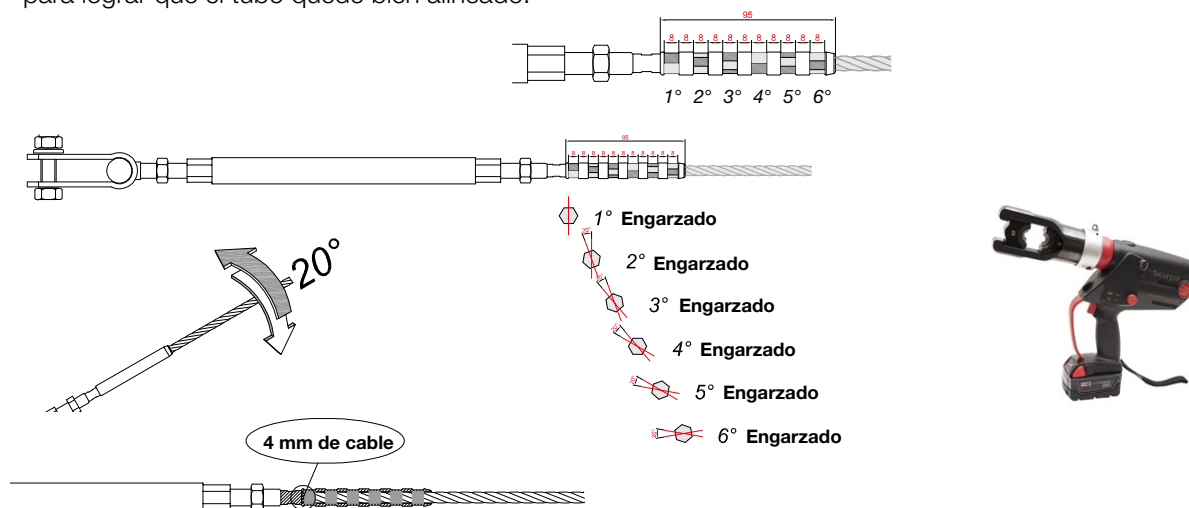

Figura 6.1 - Engarzado
3. Realizar los siguientes engarzados a una distancia de aproximadamente 8 mm del anterior girando la engarzadora aproximadamente 20° cada vez (véase la **figura 6.1**). Esta operación es obligatoria desde el punto de vista estético para lograr que el tubo quede bien alineado.